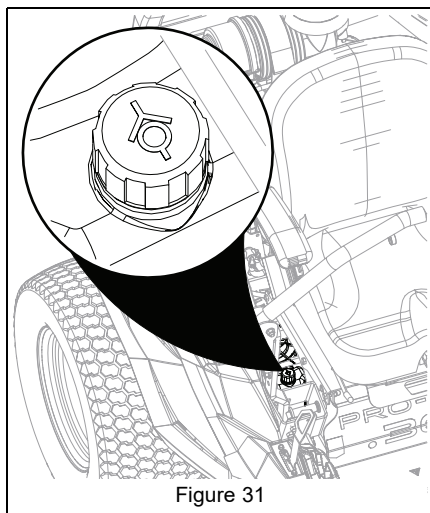

Figure 31
Voir les figures 31 et 32.
3. Remplir les réservoirs d'expansion avec une huile moteur synthétique HT-1000 (Gravely réf. 00058400) jusqu'au repère de remplissage à froid. Voir Figure 31.